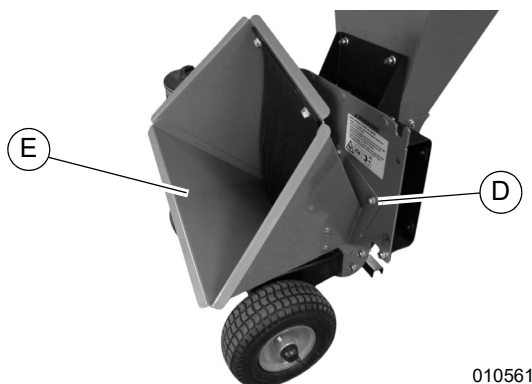

Figura 4-5. Reemplazo de la cuchilla de la astilladora (2 de 4)
3. Consulte la Figura 4-5. Use una llave de 1/2 pulg. para retirar las tres contratuercas (D) que fijan el conducto de la astilladora (E) y sáquelo de la máquina.